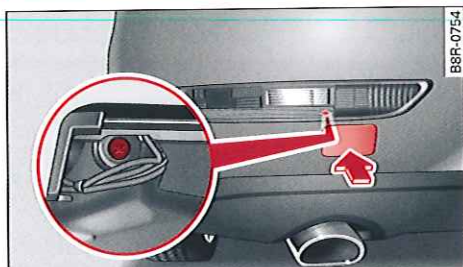

Fig. 264 Bloc d'éclairage dans le pare-chocs : vis de fixation
- ▶ Pour retirer le capuchon, appuyez sur le bord inférieur de ce dernier ⇒ fig. 264.